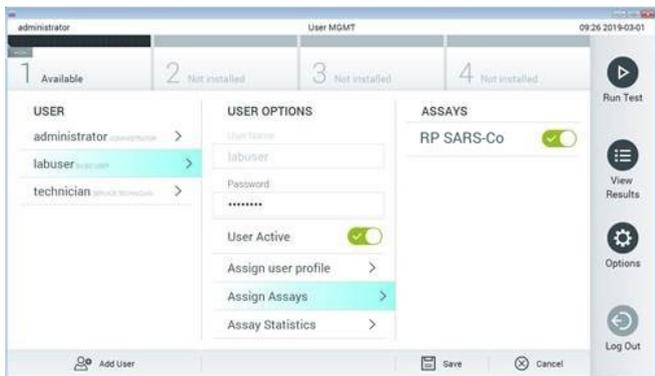

Figura 91. Asignación del ensayo activo.
8. Asigne el ensayo activo al usuario pulsando el botón Options (Opciones) y, a continuación, el botón User Management (Administración de usuarios). Seleccione el usuario que debería estar autorizado para ejecutar el ensayo. A continuación, seleccione Assign Assays (Asignar ensayos) en "User Options" (Opciones del usuario). Active el ensayo y pulse el botón Save (Guardar) (figura 91, en la siguiente página).